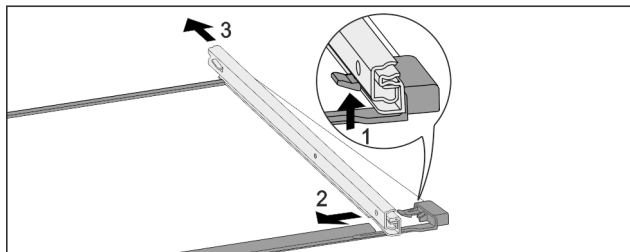

Fig. 133 Glasplade med skinner
- ▶ Tryk den forreste låsekrog op. Fig. 133 (1)
- ▶ Skub udtræksskinnen til siden Fig. 133 (2) og og bagud Fig. 133 (3).